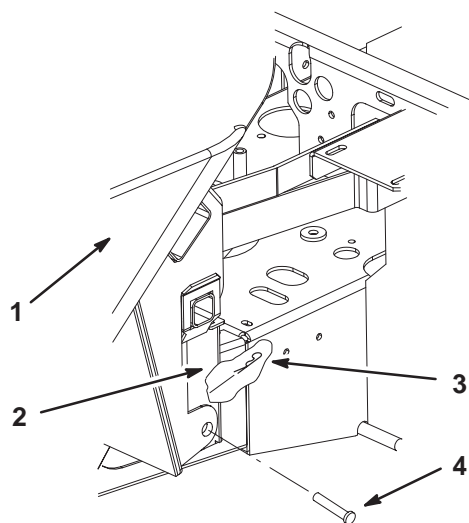

Figure 17
3. Posez le dispositif de ramassage sur son support (Fig. 17).
4. Posez les axes de chape dans le dispositif de ramassage et son support. Fixez-les avec les goupilles fendues (Fig. 17).